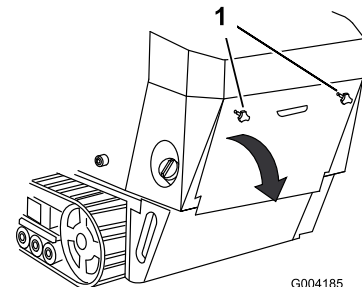

Bild 30
1. Schrauben Sie die 2 Handräder ab, mit denen die hintere Abdeckung an der Maschine befestigt ist (Bild 30).
2. Kippen Sie die hintere Abdeckung nach unten und nehmen Sie diese ab, um an die internen Bauteile heran zu kommen (Bild 30).